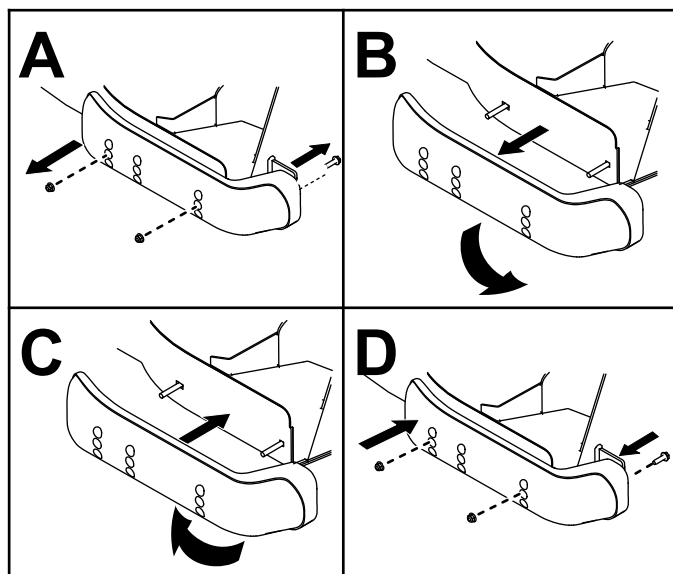

図 135
5. 刈り込みデッキの側面からスキッドを外す 図 135。
6. 左右のスキッドを入れ替えて取り付けるねじは外したものを再利用する 図 135。